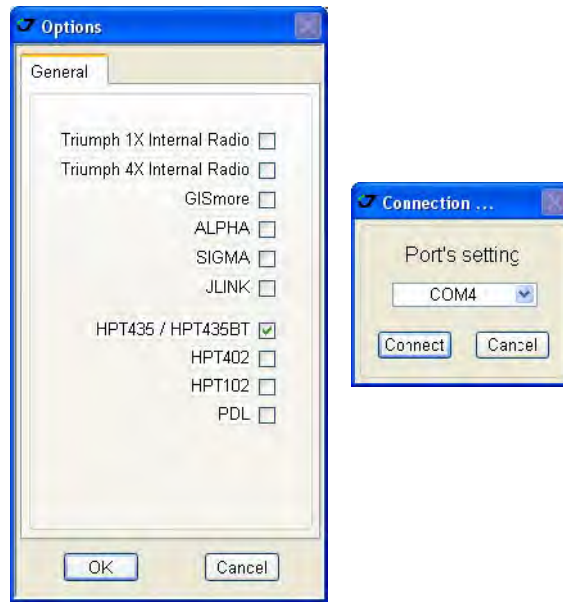

Рисунок 3-2. ModemVU. Окно Options
5. Запустите ModemVU. Выберите *HPT435BT* и нажмите ОК (Рис. 3-2).
1. Запустите ModemVU. Выберите *Triumph 1X Internal Radio* и нажмите ОК (Рис. 3-2).